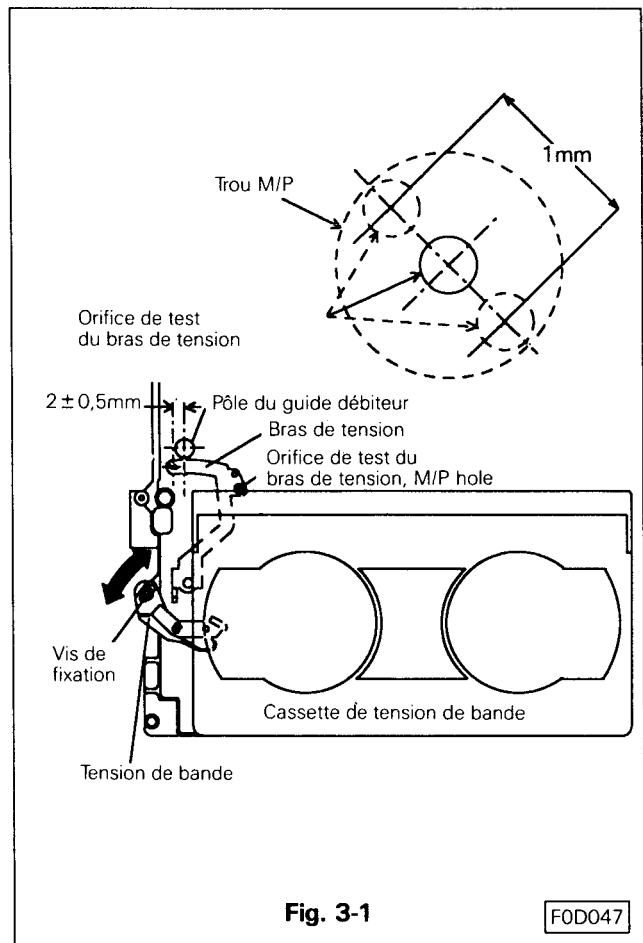

Fig. 3-1
#### 3-1 REGLAGE DE LA TENSION BANDE ET DE LA TENSION POLE POSITION (Voir Fig. 3-1)
- B. Lorsque la vitesse de défilement est devenue constante contrôler que l'orifice de test du bras de tension soit bien superposé avec celui de M/P de la platine mécanique et que la distance entre le centre du pôle de tension et le guide pôle soit bien de  $2 \pm 0.5$  m/m. (Voir Fig. 3-1)